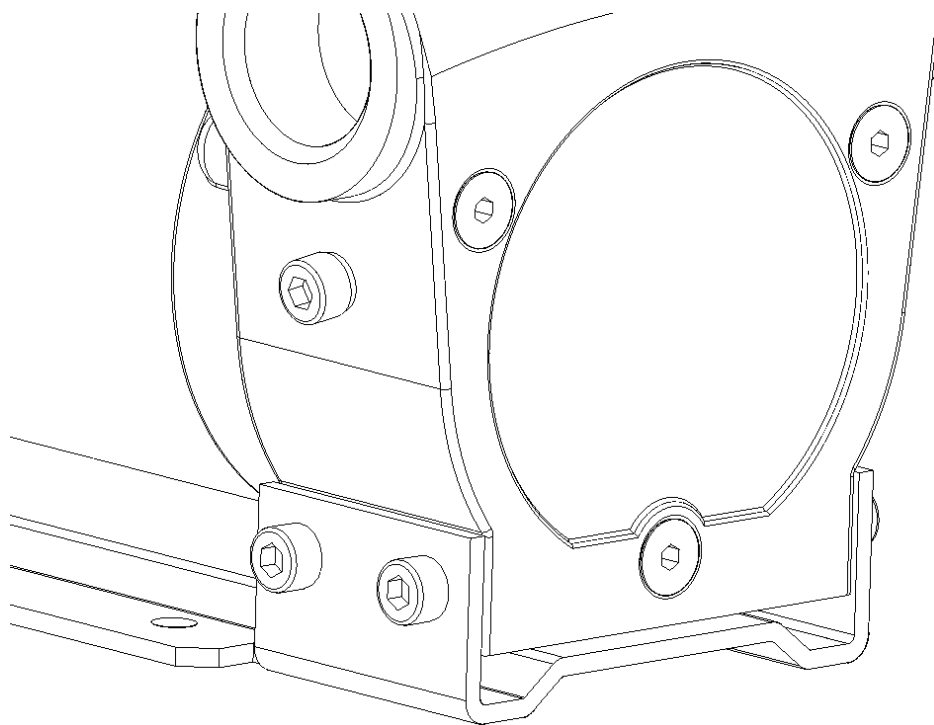

Abb. 3-1: Bohrung für Heberschutz mit Schraube verschlossen (Lieferzustand)
- Entfernen Sie die seitlich im Pumpengehäuse angebrachte Schraube samt der Dichtung (s. Abb. 3-1).